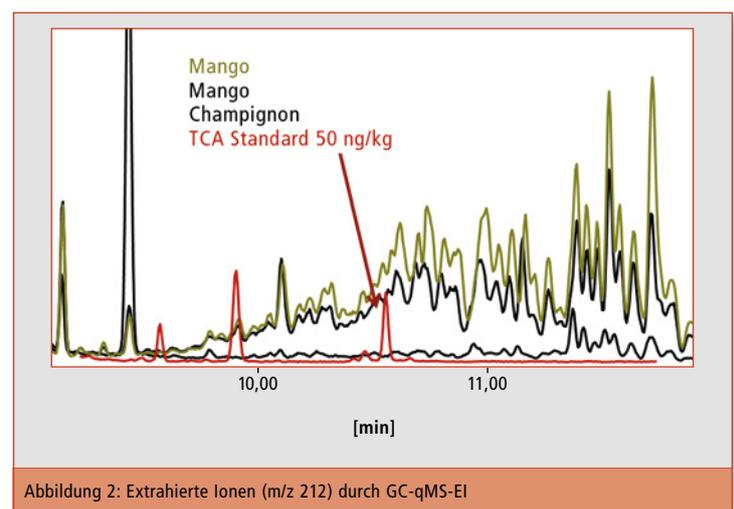

Abbildung 2: Extrahierte Ionen (m/z 212) durch GC-qMS-EI
(SIM) zeigten allerdings, dass eine derartige Technik zur Analyse von Proben aus der Praxis wegen der massiven spektralen Interferenzen nicht geeignet ist (Abbildung 2).
Das Signal-Rausch-Verhältnis (S/N) für 10 ng/kg TCA wurde von 18:1 (Elektronenstoßionisation (EI) im SIM-Modus) auf 72:1 (NCI im SIM-Modus) gesteigert. Wenn NCI in Verbindung mit der Comprehensive GCxGC eingesetzt wird, lässt sich eine weitere Steigerung des S/N auf 300:1 beobachten, woraus eine Quantifizierungsgrenze von 0,1 ng/kg resultiert. Der einzige Nachteil der Methode besteht in der Bildung von Fragmenten, die mit den Halogenatomen korrespondieren ( $m/z = 35$  und  $37$  für Chloranisole und  $m/z = 79$  und  $81$  für Bromanisole), was den Einsatz von deuterierten Standards unmöglich macht. Abbildung 2 zeigt den Kontour-Plot der Standardprobe mit der Konzentration von 10 ng/kg für jede der unterschiedlichen halogenisierten Anisole. Abbildung 3 zeigt Kontour-Plots von halogenisierten Anisolen einer Mangoprobe aus der Praxis. Die Probenaufbereitung wurde mit einer automatisierten Headspace-Festphasen-Mikroextraktion (HS-SPME) durchgeführt, wobei eine 2 cm 50/30  $\mu\text{m}$  Divinylbenzol/Carboxene/Polydimethylsiloxan-Kapillare bei 80 °C für 60 min zum Einsatz kam. Die Pro-